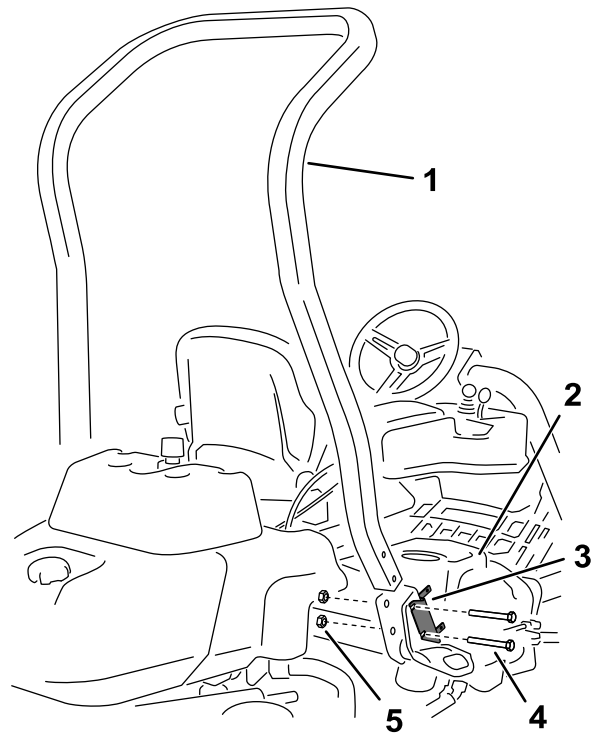

Figure 3
4. Retirez les 2 boulons qui fixent le support du porte-fusibles dans le logement du système ROPS, comme montré à la Figure 3.